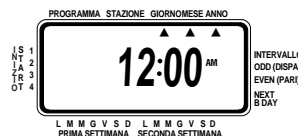

FIGURA 3: Display a cristalli liquidi con le relative informazioni
- Premere e mantenere premuto il tasto + per far avanzare l'orologio sull'ora esatta. Servirsi del tasto - per farlo arretrare [vedere Figura 3]. Quando è stato raggiunto l'orario del giorno corretto, premere il pulsante ENTER per memorizzare l'orario.